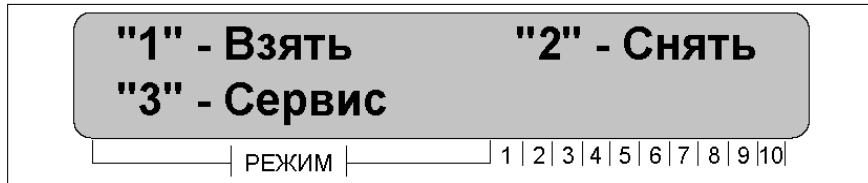

Рисунок 8
- осуществить вход в сервисное меню, нажав клавишу «3» - Сервис, рисунок 8.
- Затем необходимо выбрать, рисунок 8:
- осуществить вход в сервисное меню, нажав клавишу **"3" - Сервис**, рисунок 8;
- осуществить вход в сервисное меню, нажав клавишу «3» - **Сервис**, рисунок 8;
- выбрать пункт меню «Сервис» нажав клавишу «3», рисунок 8;